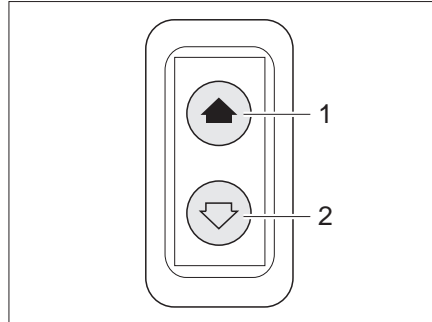

Bild 23 Schalter für elektrischen Fensterheber
Das Fahrzeug ist auf der Fahrerseite mit einem elektrischen Fensterheber (Bild 23) ausgestattet.
**Öffnen:** ■ Schalter unten drücken (Bild 23,2).
**Schließen:** ■ Schalter oben drücken (Bild 23,1).